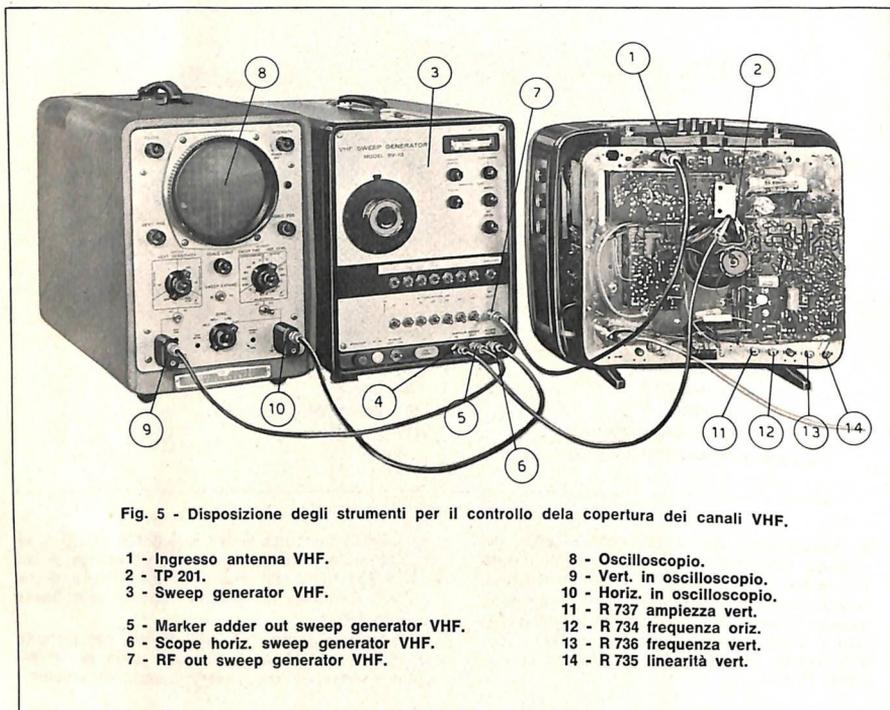

Fig. 5 - Disposizione degli strumenti per il controllo della copertura dei canali VHF.
Si effettua agendo sul potenziometro R736 facendo in modo di agganciare il quadro mentre questo ruota lentamente dal basso verso l'alto e per il migliore interlacciato (fig. 5).
- Determinare la posizione centrale del potenziometro R734 (comando accessibile a televisore chiuso) che costituirà la regolazione fine della frequenza orizzontale (fig. 5).
Questa regolazione va fatta con il telaio in posizione verticale (parallelo al cinescopio). Per la linearità agire sui potenziometri R 735 e R 563; per le ampiezze sul potenziometro R 737 (fig. 5).